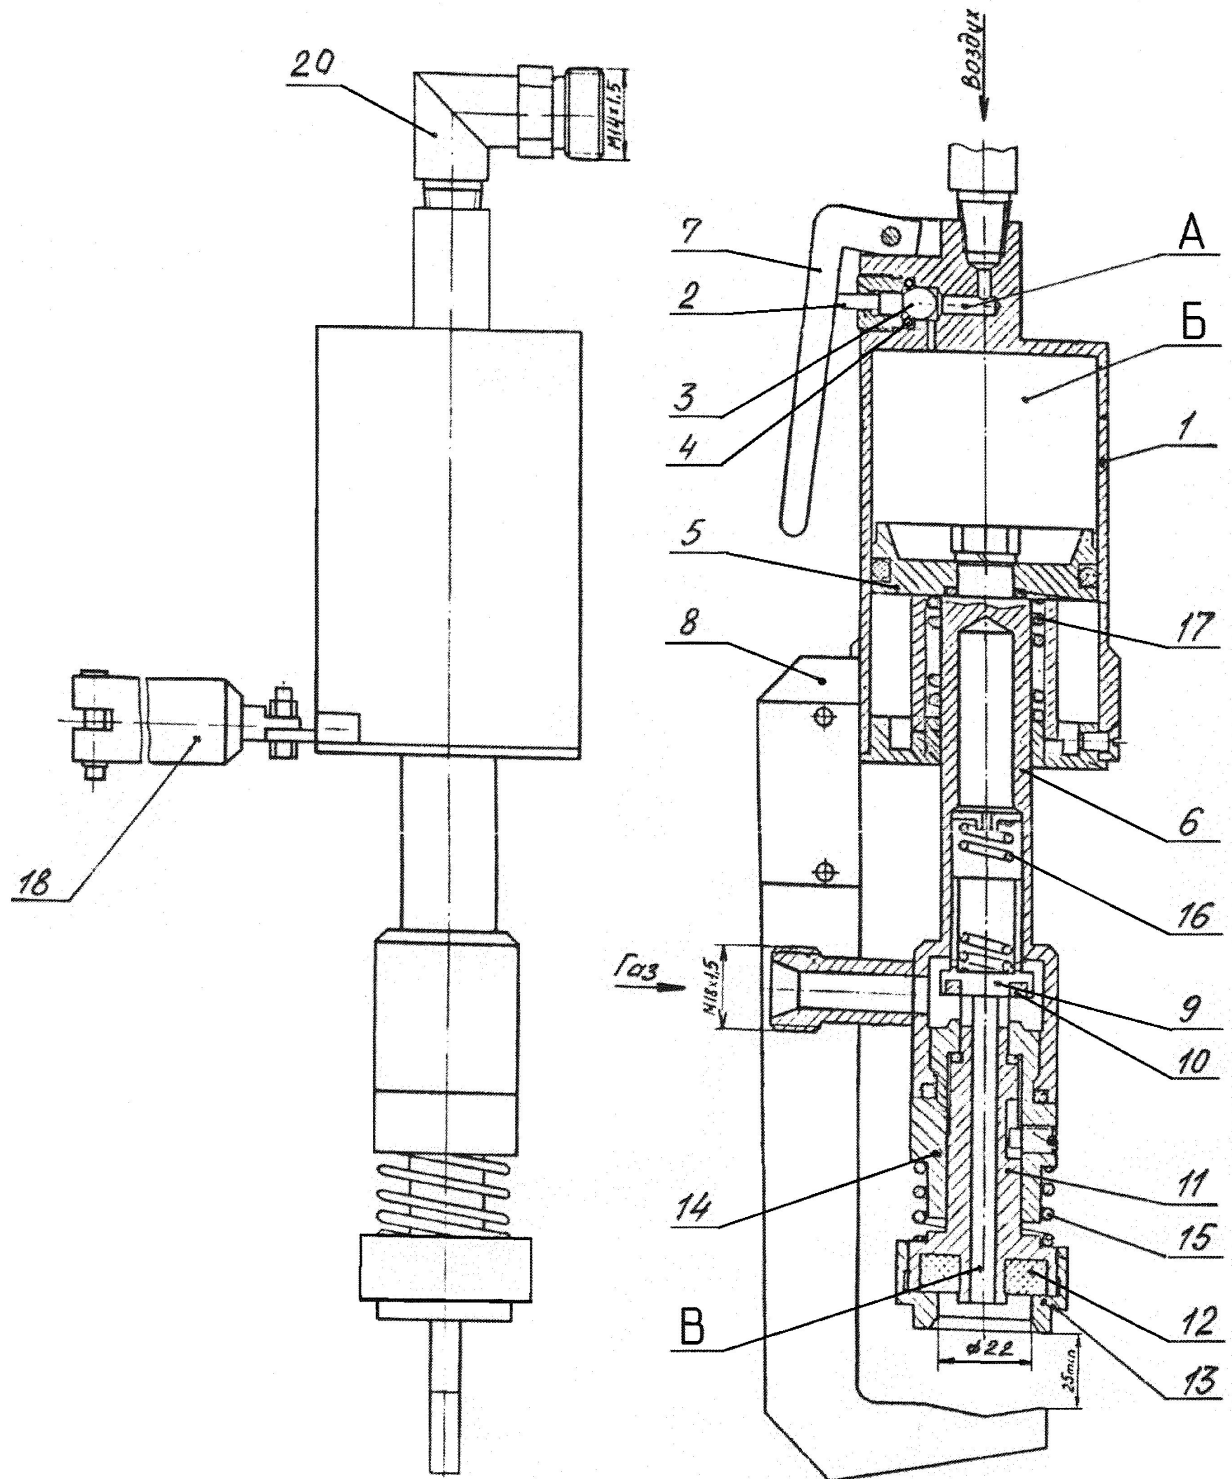

Рисунок 1
9.1 Струбцина, рисунок 1, представляет собой корпус в котором расположен механизм управления, а в штоке – узел клапанов.